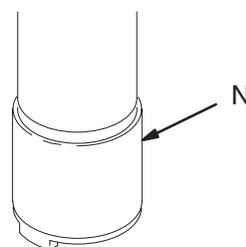

Fig. 4
Laisser battre la pompe lentement pendant au moins 5 minutes, puis l'arrêter et débrancher le flexible d'air. Repousser vers le haut la bille du clapet de pied (N) afin de vidanger la partie basse de la pompe. Voir Fig. 4. Retourner la pompe afin d'en vidanger la partie supérieure.